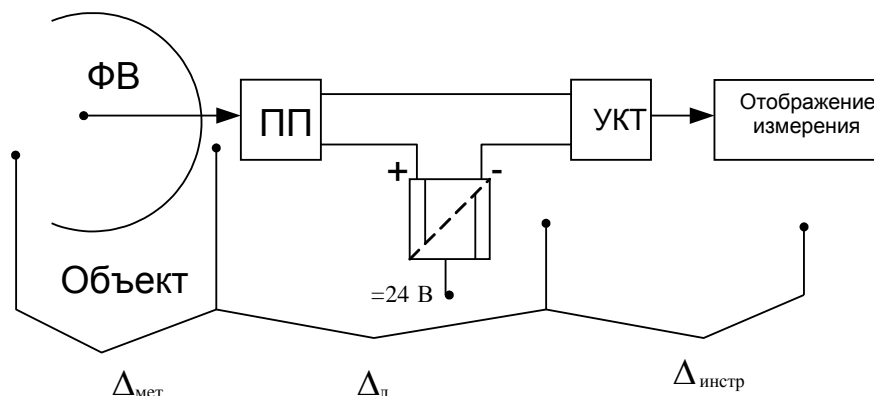

Рис. 3. Схема канала измерения давления:
Схема поверки канала измерения давления, перепада давления преобразователем типа Сапфир 22 приведена на рис. 3.
1. Описать последовательность калибровки преобразователя ФВ, (рис. 3) (ГОСТ Р 8.596-2002).
1. Описать последовательность определения класса точности преобразователя ФВ (ГОСТ 8.401-80) (рис. 3).
1. Назначить номенклатуру метрологических характеристик ИК (рис. 3).
1. Перечислить причины возникновения погрешностей на различных участках канала измерения (рис. 3):